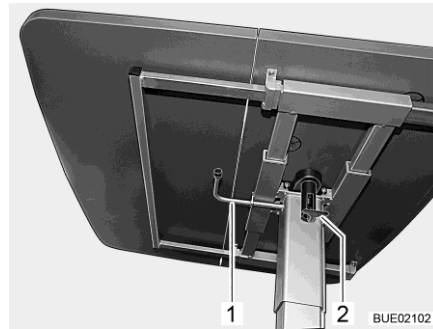

Fig. 125 Mesa elevadora
- Plegar hacia abajo la palanca de bloqueo (Fig. 125,2).
- Girar la palanca (Fig. 125,1) debajo del tablero de la mesa 180° en sentido de las agujas del reloj. El mecanismo de elevación en la pata de mesa se desbloquea.
- Girar la palanca (Fig. 125,1) debajo del tablero de la mesa 180° en sentido de las agujas del reloj. El tablero de la mesa se desplaza automáticamente hacia arriba hasta el tope final.